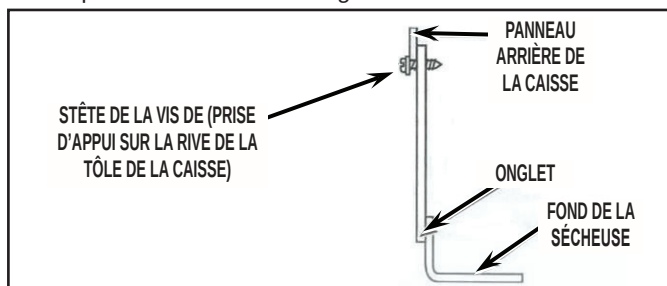

FIGURE 13
16. Utiliser la vis fournie avec l'ensemble pour immobiliser la plaque à la position correcte; insérer la vis de retenue dans le plus petit trou de la plaque pour immobiliser la plaque à la position identifiée à la Figure 13.